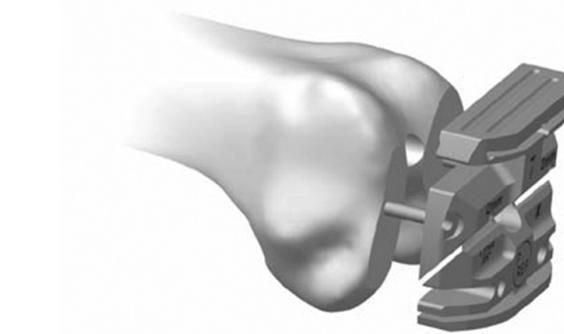

Fig. 38
- Insert *Persona* Posterior Referencing 4-in1 Cut Guide (Fig. 38).